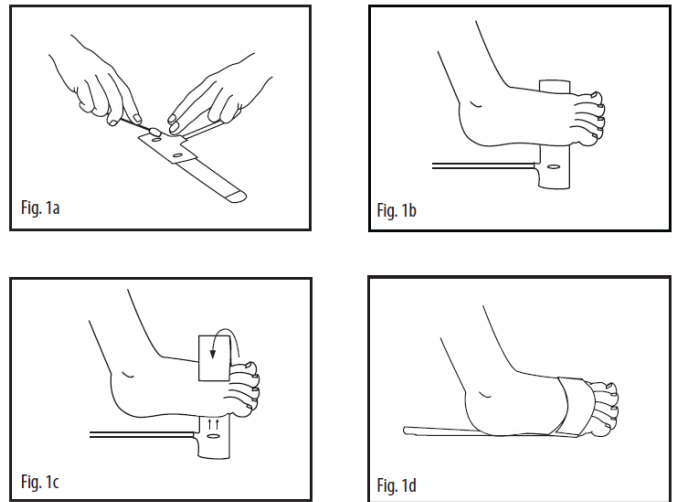

Fig. 22 Application de capteur LNCS pour les prématurés et les nouveau-nés
- 2 Voir la fig. 1a dans Fig. 22 : Pour les peaux fragiles, l'adhésivité de l'adhésif de qualité médicale peut être diminuée ou éliminée en tamponnant les zones adhésives avec une boule de coton ou de la gaze.
- 3 Voir fig. 1b dans Fig. 22 : Diriger le câble du capteur de manière à ce qu'il soit orienté dans la direction opposée au patient ou qu'il longe la plante du pied. Appliquez le détecteur sur la partie charnue de la face latérale de la plante du pied, aligné sur le quatrième orteil. Le détecteur peut également être appliqué sur le dessus du pied (non illustré). Une couverture complète de la fenêtre du détecteur est nécessaire pour garantir la précision des données.
- 4 Voir fig. 1c dans Fig. 22 : Enroulez l'adhésif/la mousse autour du pied et assurez-vous que la fenêtre de l'émetteur (étoile rouge) soit alignée directement à l'opposé du détecteur. Veillez à maintenir un alignement correct des fenêtres du détecteur et de
- 5 Voir fig. 1d dans Fig. 22 : Vérifiez le positionnement correct et le repositionnez si nécessaire.